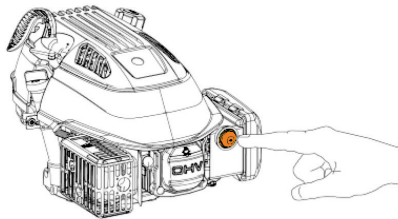

Рис. 7
6. Нажмите праймер 3-4 раза для подачи топлива (только для запуска холодного двигателя.) (Рис. 7)